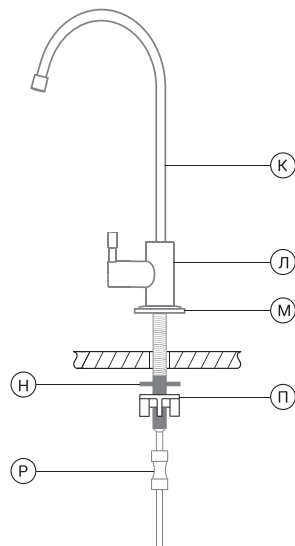

Рис. 11
2. Произведите монтаж крана (рис. 11) в следующей последовательности:
5. Фитинг 1/4" вместе с установленной в него трубкой подключите к штоку крана чистой воды (См. раздел «Присоединение трубок» (стр. 8) и (рис. 11)).